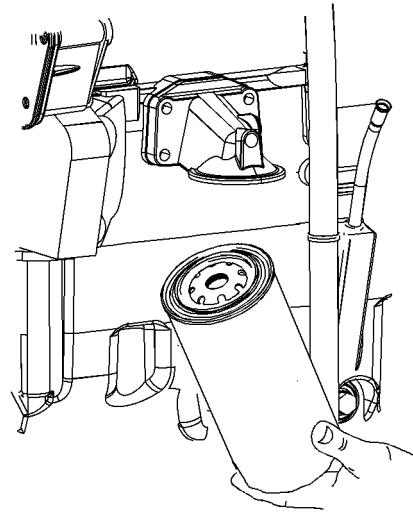

Abbildung 33
**Anmerkung:** Einige Ölfilter können vertikal eingebaut werden. Siehe Abbildung 33. Bei Schritt (1) beginnen, um den Ölfilter aus- und einzubauen.